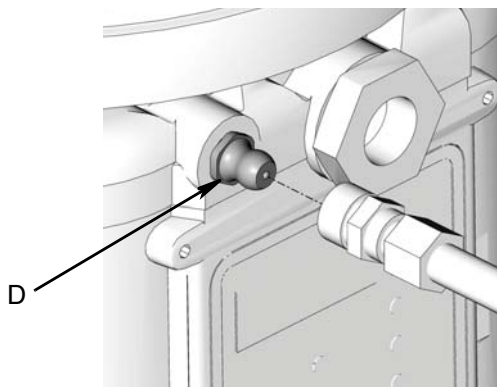

Рис. 19
- Перед заполнением резервуара всегда прочищайте фитинг (D) (Рис. 19) чистой сухой тканью. Грязь и/или мусор могут повредить насос и/или смазочную систему.
1. Подсоедините заправочный шланг к впускному фитингу (Рис. 19).